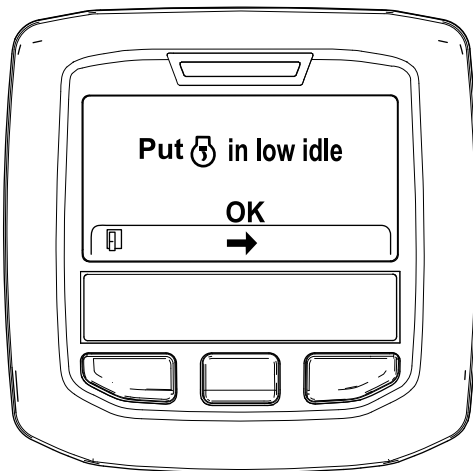

Bild 52
6. Stellen Sie die Gasbedienung in die NIEDRIGE LEERLAUF-Stellung und drücken Sie die mittlere Taste (Bild 52).